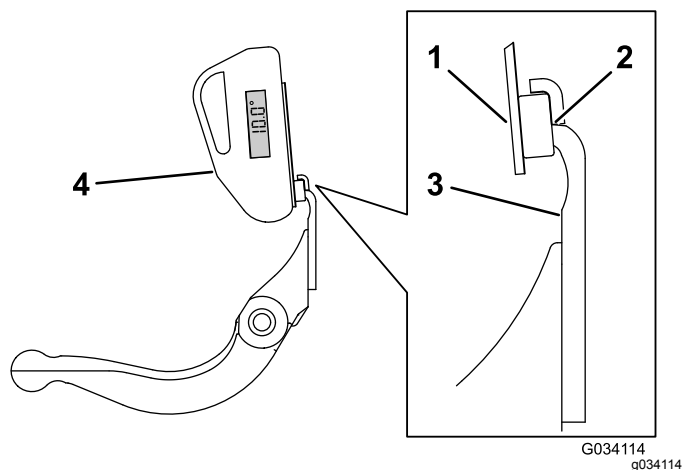

Figura 36
3. Coloque a montagem do indicador de ângulo na extremidade da lâmina de corte para que a extremidade do ímã fique alinhada com a extremidade da lâmina de corte (Figura 36).
4. Coloque o indicador de ângulo na montagem, como se mostra na Figura 36.